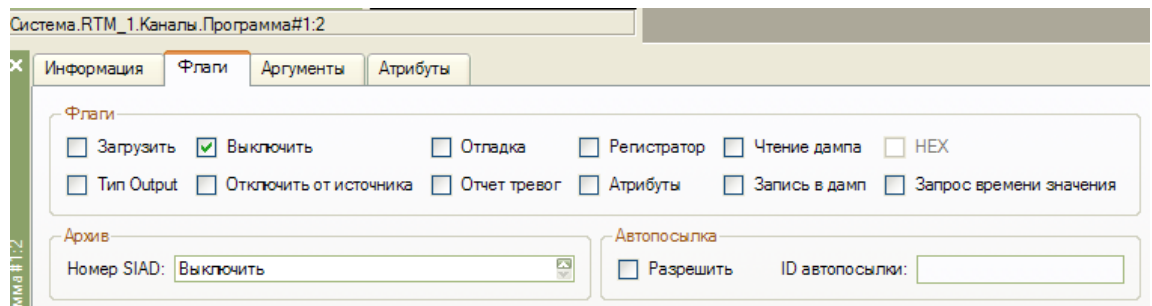

Рисунок 15 – Закладка Флаги
15. Перейдите в закладку Флаги, поставьте флаг Выключить (см. рис. 15).